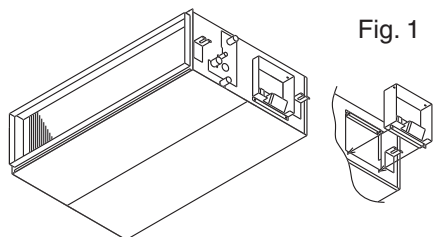

Fig. 1
3. Estrarre la scatola controlli all'esterno del corpo macchina, come mostrato in Fig. 1.